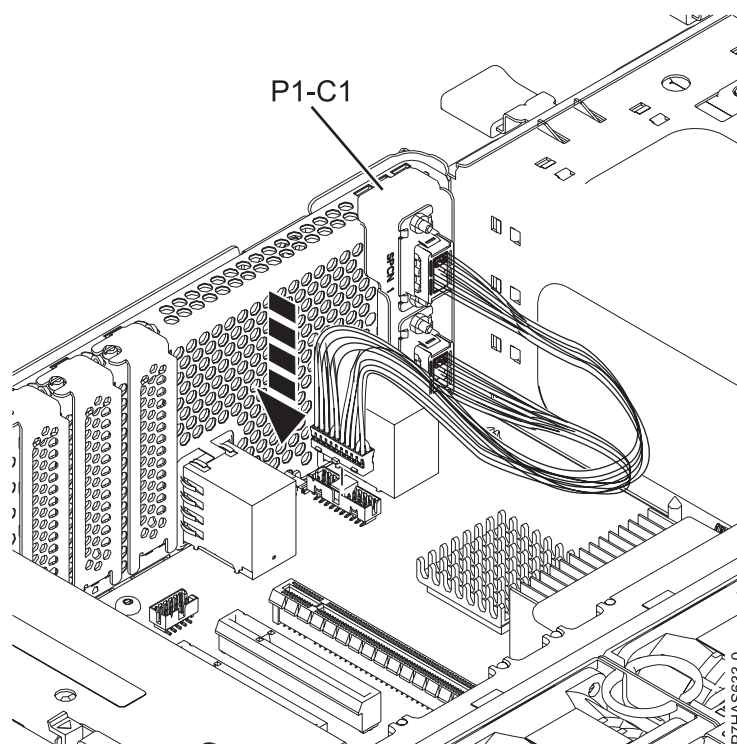

Figura 4. Instal·lació del conjunt del cable SPCN
- c. Endol·leu l'altre extrem del cable al connector de la placa posterior del sistema, tal com es mostra a la Figura 4.